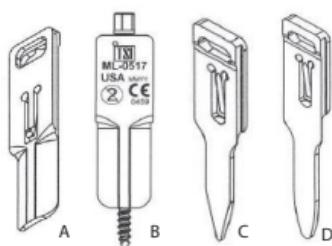

Figura 15
- Os calços podem ser utilizados para ajudar a minimizar o deslizamento muscular ou para ancorar o retrator (Figura 15):
- Ancoragem: calço B, C ou D da Figura 15
- Extensão da Lâmina: calço A da Figura 15 (utilize com ou sem fio de Kirschner)